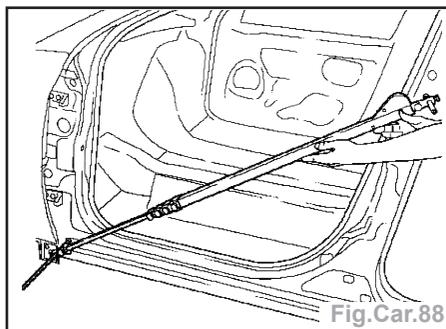

Fig.Car.88
- Mesurer le montant B int. (Fig.Car.88) :